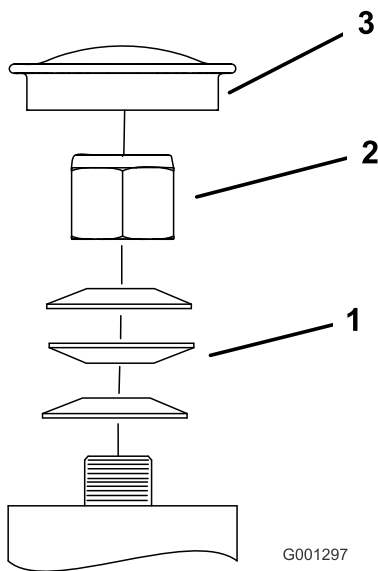

Bild 63
3. Entfernen Sie den Staubdeckel vom Laufrad und ziehen Sie die Sicherungsmutter an (Bild 63).
4. Ziehen Sie die Mutter so weit an, bis die Federscheiben flach sind. Drehen Sie dann 1/4 Drehung zurück, damit Sie die Vorlast korrekt auf die Lager verteilen können (Bild 63).
Wichtig: Achten Sie darauf, dass die Federscheiben richtig eingesetzt sind, siehe Bild 63.
5. Setzen Sie den Staubdeckel auf (Bild 63).